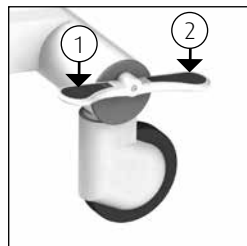
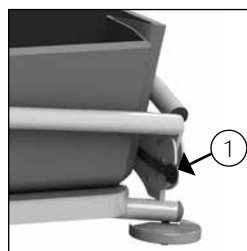

Figure 3 Frein semi-central et blocage directionnel.
Figure 4 Verrouillage de la barrière latérale.
- La pédale semi-centrale d'actionnement des freins est située des côtés tête et pied de chaque côté du brancard (Cf. figure 3).
- Pour actionner le frein du brancard Marina, abaissez du pied la pédale intérieure située à la tête et au pied du brancard (1).
- Pour actionner le blocage directionnel des roues, abaissez du pied la pédale extérieure située à la tête du brancard (2).
- La barrière latérale est équipée d'une sécurité qui empêche la personne se trouvant sur le brancard de soulever seule barrière latérale (Cf. figure 4).
- Pour déverrouiller la sécurité, tirez d'une main sur la languette qui dépasse et soulevez de l'autre la barrière latérale en la prenant par son centre (1) (Cf. figure 4).